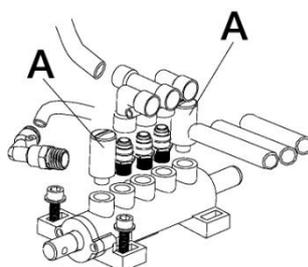

Fig 2
Nettoyer les répartiteurs pneumatiques tous les 6 mois (Figure 2).
- Dévisser les silencieux des répartiteurs (Repère A, Figure 2)